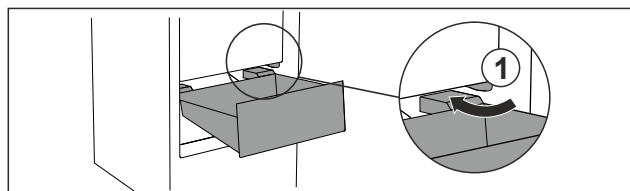

Fig. 93
- ▶ Umetnite ladicu koso oko zaustavljača Fig. 93 (1).